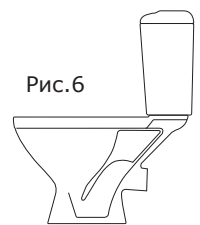

Рис.6
- воронкообразный с горизонтальным выпуском с цельноотлитой полочкой (рис. 6).